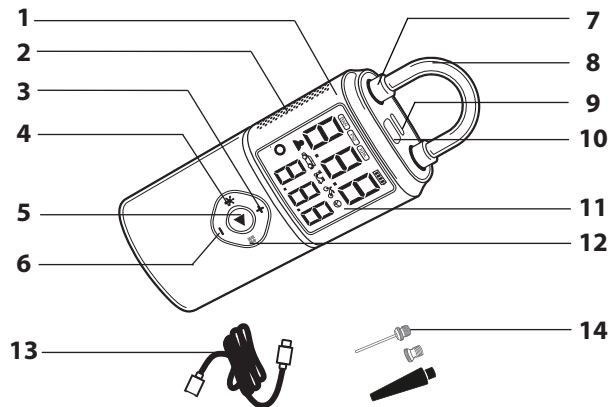
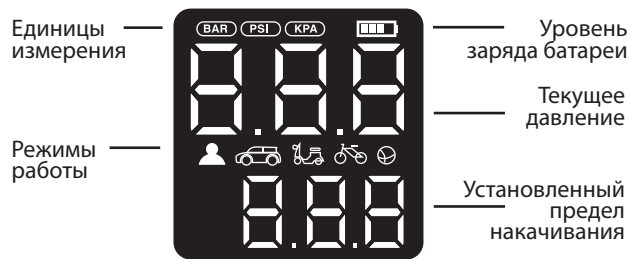

РИС.4
РИС.2
3. Нажмите на панели управления устройства кнопку ВКЛ/ВЫКЛ, включится светодиодный экран (Рис.2). Произведите выбор режима работы, единицы измерения и установите необходимое пороговое давление в ручном режиме, нажимая соответствующие кнопки (Рис. 4)